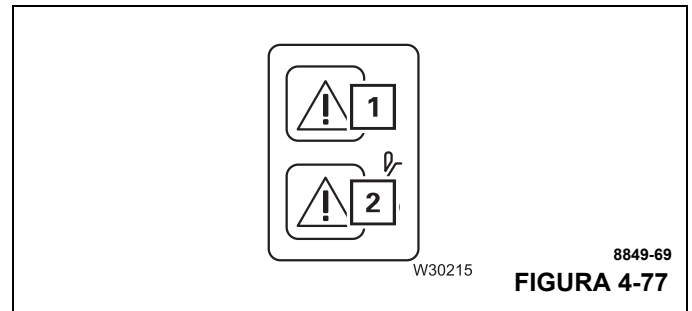

FIGURA 4-77
Los movimientos de la grúa se reactivan cuando se regresa a un estado de funcionamiento normal por debajo de la capacidad de carga máxima permitida – las luces (1, Figura 4-77) y (2) se apagan.